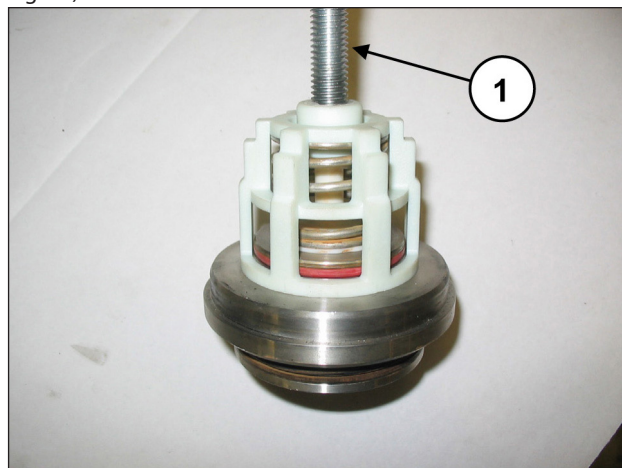

Fig. 87
Desmonte os grupos da válvula de aspiração e de fluxo, soltando um parafuso M10 de modo a pressionar na guia interna e extrair a guia da válvula do local da válvula (pos. ①, Fig. 87).